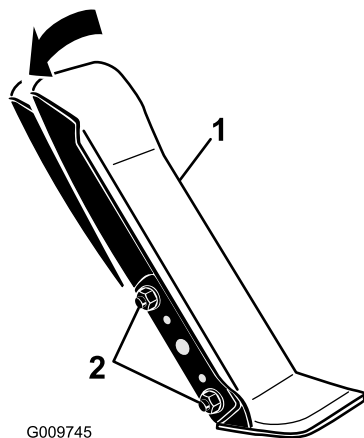

Bild 114
1. Lösen Sie die zwei Muttern und Schrauben, mit denen die linke Seite des Fahrpedals an der Halterung befestigt ist (Bild 114).
2. Drehen Sie das Pedal auf den gewünschten Winkel und ziehen Sie die Muttern fest (Bild 114).